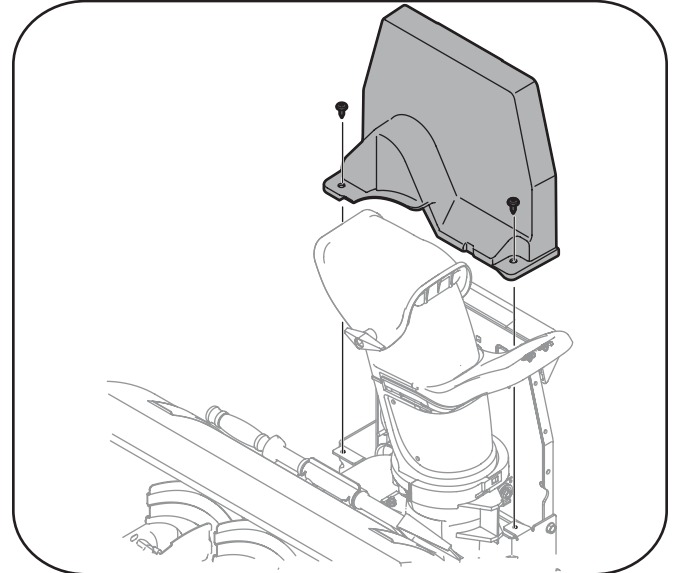

Figura 7-3
3. Extraiga los dos tornillos autorroscantes que se muestran en la Figura 7-3 y levante la cubierta de la correa alejándola del dispositivo. Deje la cubierta y los tornillos apartados y guárdelos.